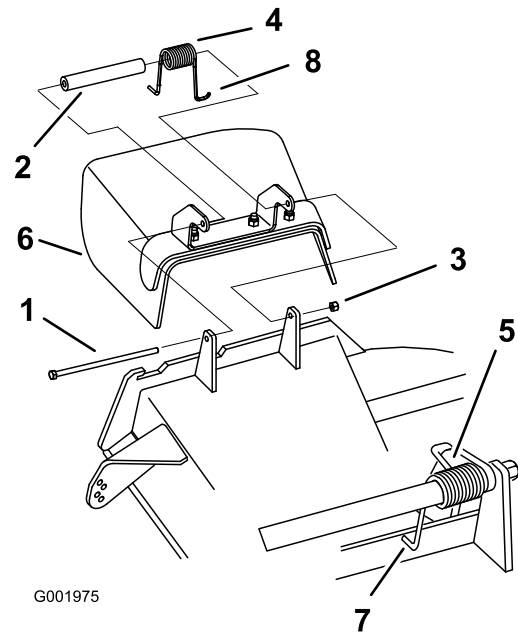

Figura 75
1. Retire la contratuerca, el perno, el muelle y el espaciador que sujetan el deflector a los soportes de pivote (Figura 75). Retire el deflector de hierba dañado o desgastado.
Nota: Asegúrese de colocar el extremo en L del muelle detrás del reborde de la plataforma antes de instalar el perno, según se muestra en la Figura 75.
3. Instale el perno y la tuerca. Coloque el extremo en J del muelle alrededor del deflector de hierba (Figura 75).